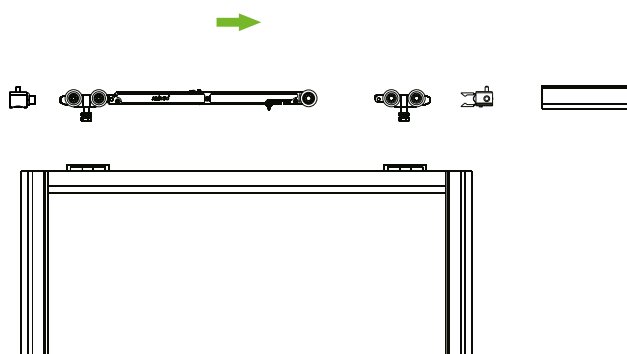

Рис.3
**3** Установите фурнитуру в верхнюю направляющую (рис. 3) и закрепите ее на стене или потолке.